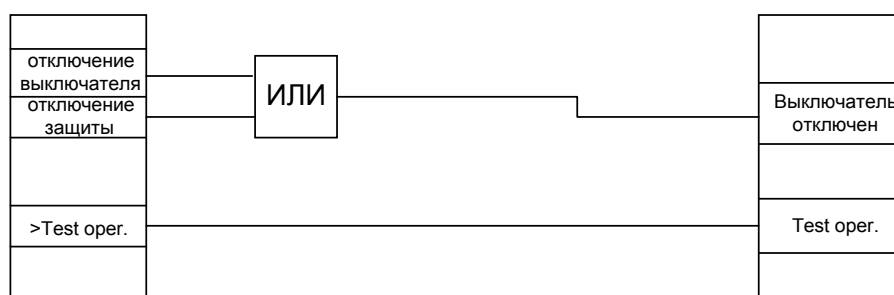

Рисунок 5-40      Дополнительная логика. Пример PLC1 управляемые событиями логические условия.
При использовании медленной PLC обработки, в дополнение к управляемым событиям логическим условиям, может быть составлена выдача сигнала относительно рабочего статуса оборудования. Этот сигнал можно использовать для внешних светодиодов или выходных реле, или использовать как входной сигнал для дальнейших логических соединений. В примере (Смотрите Рисунок 5-40), выходной информационный сигнал из логики блокировки выключателя "Отключение выключателя" и составной сигнал "Отключение от защиты" соединены с новым сообщением "Выключатель отключен". Кроме того, однопозиционный сигнал (SP) **Test oper** (Режим проверки) может быть связан через бинарный вход для внутреннего многократно используемого сообщения **Test oper**.